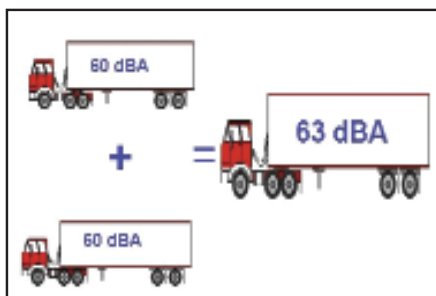

Figure 3 : Une augmentation du volume de bruit de 3 dBA correspond au double du volume de trafic.
- Dans le cas d'une source linéaire (trafic routier), une augmentation de 3 dBA correspond au double du volume de trafic (Figure 3);